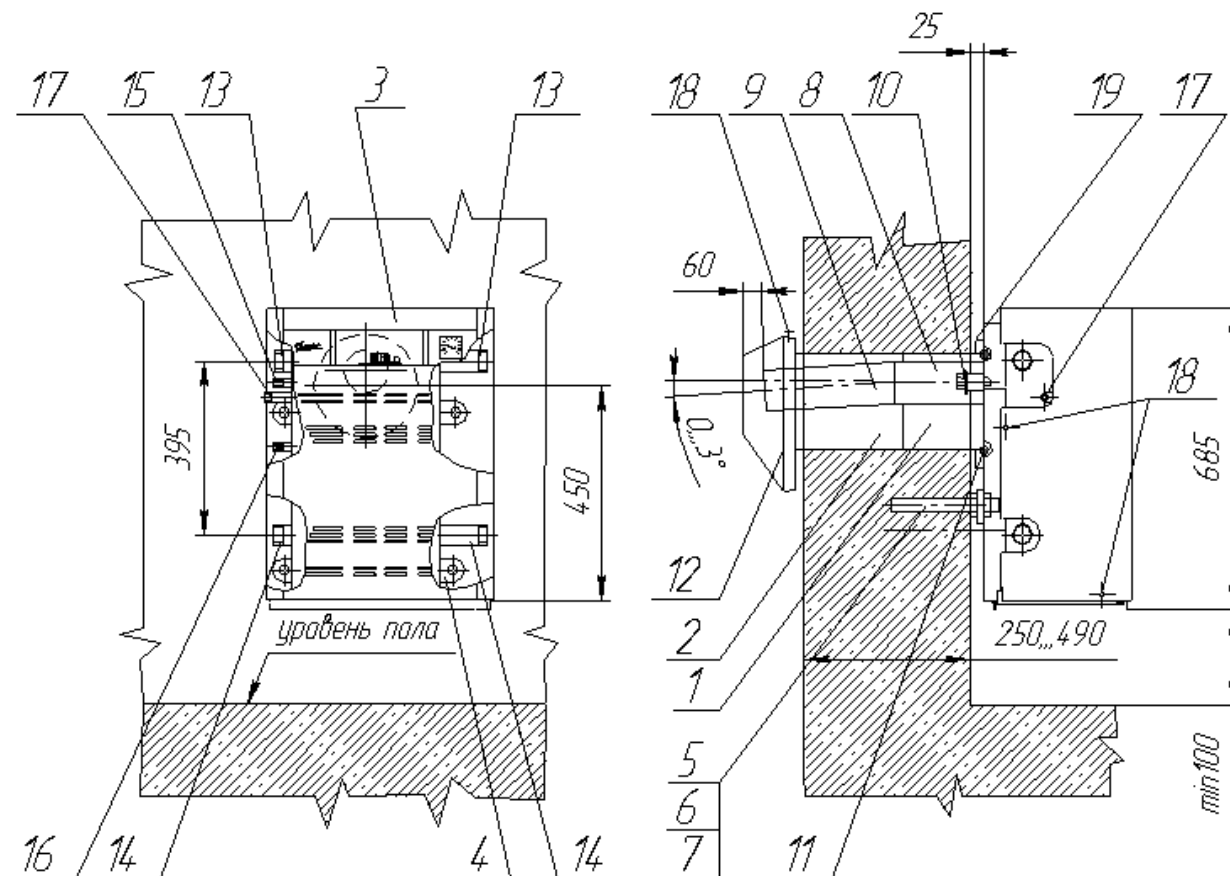

Рисунок 5.
Рисунок 5а.
Снять декоративный кожух, выкрутив винты-18 (Рис.5) крепления кожуха с теплообменником. После всех подсоединений котла кожух установить в обратной последовательности.
При необходимости подключения газа к котлу с другой стороны необходимо высверлить заклепки - 1 (Рис.5а), повернуть переднюю стенку - 2 на 180° и скрепить с боковыми стенками. Вынуть термобаллон - 3 газового клапана из гильзы, открутить трубки - 4 и 5 и термопару - 6, отсоединить колено поз. 7. Открутив винты - 8 снять клапан, повернуть его на другую сторону и прикрутить. Собрать все в обратной последовательности.
6.3.1. Во внешней стене дома пробить горизонтальный круглый канал диаметром не меньше 240мм (для котлов 7 и 10 кВт) и 270мм (для котлов 12,5 и 15,5 кВт), положение которого должно отвечать положению внешнего кольца котла-20 (Рис.5), для подсоединения патрубка воздухопровода, при этом расстояние от пола к котлу должно быть не меньше 100мм. С целью обеспечения возможности обслуживания газохода в процессе эксплуатации котла, рекомендуется расположить канал под окном или в непосредственной близости от него. При этом необходимо учесть, что для обеспечения установления и снятия котла, а также для снятия и установления газогорелочного устройства вокруг котла должно быть свободное место (не должно быть никаких строительных элементов или стационарно установленного оборудования): от стены сбоку подсоединительных патрубков на расстоянии не менее 300мм, а перед котлом на расстоянии не менее 1000 мм.
котла в работу должны проводиться специализированными предприятиями газового хозяйства. При помощи телескопической трубы 9 (Рис.5) отрегулировать зазор с защитой дымохода 12 таким образом, чтобы пламя на основной и запальной горелке горело ровно без отрыва от горелок.